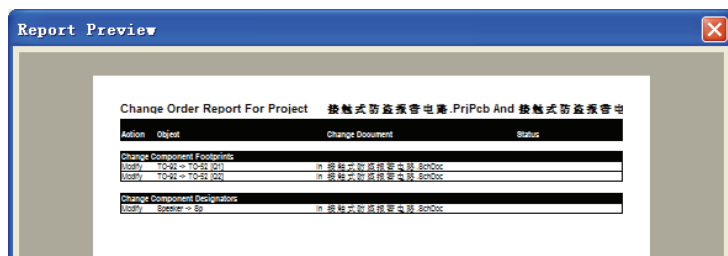

图 11-31 更改报告
(5) 单击 **Report Changes...** 按钮，系统生成更改报告文件，如图 11-31 所示。